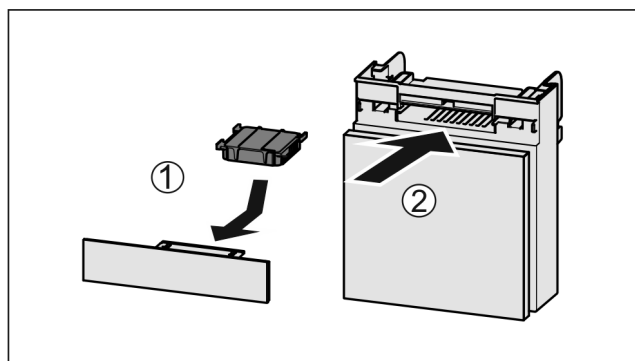

Fig. 32
► Inserire il vano Fig. 32 (2).